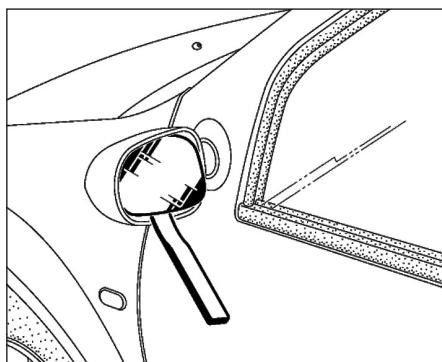

FIG.42
- Exercer un effort de bras de levier à l'aide d'un outil adapté pour dégrafer la glace (Fig.42).